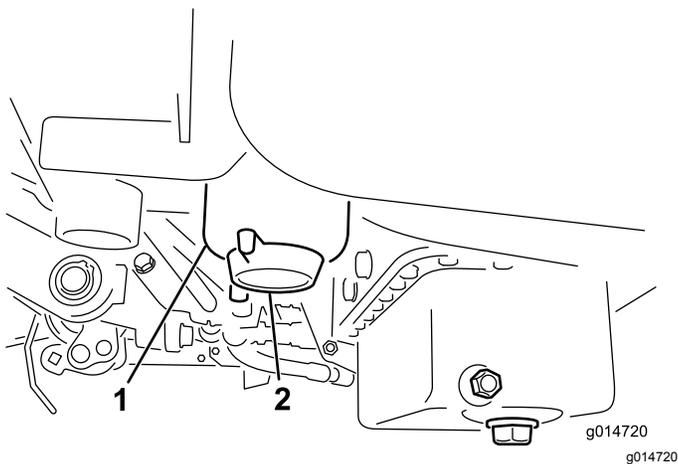

图42
2. 清洁滤清器过滤筒的安装区域图42。
4. 打开滤清器排油塞图42。